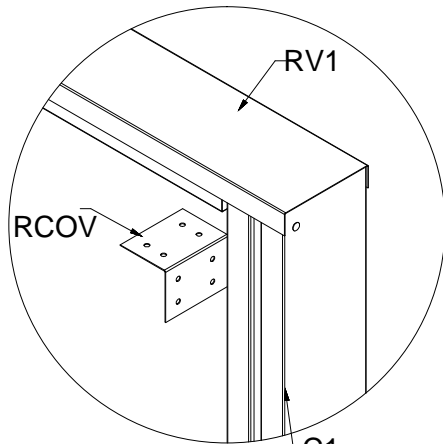

Fig. 25.1
1.- COLOCAR LAS PIEZAS RV1 SOBRE LAS COLUMNAS, TAL COMO SE MUESTRA EN LA FIG. 25 Y FIG. 25.1
- 1.- COLOCAR LAS PIEZAS RV1 SOBRE LAS COLUMNAS, TAL COMO SE MUESTRA EN LA FIG. 25 Y FIG. 25.1